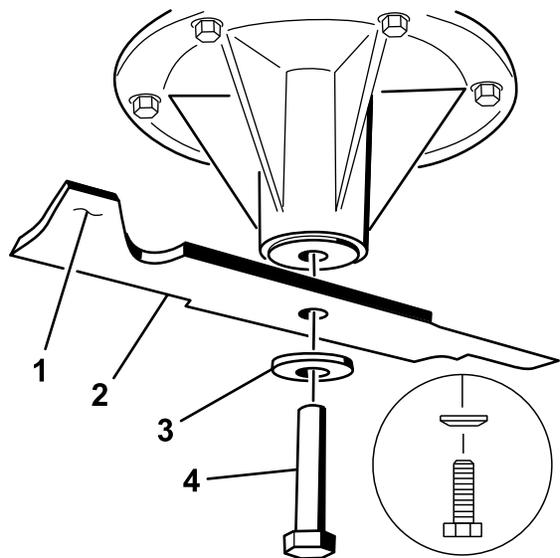

Figura 110
2. Togliete il bullone, la rondella curva e la lama dall'asse del fusello (Figura 110).